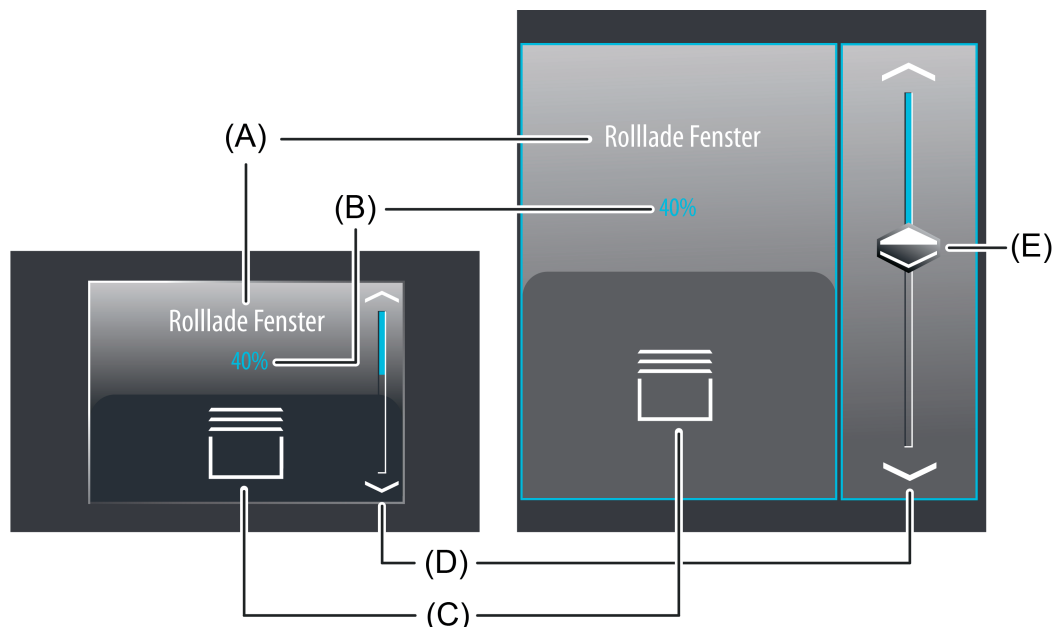

Bild 31: Beispiel für Bedien- und Anzeigeelement der Funktion "Rolllade Positionierung"
Bei der Auswahlbedienung steht neben den Sensorflächen \wedge / \vee zur Positionierung in die Endlagen oder zur Wertverstellung zusätzlich ein Slider (E) zur Verfügung (Bild 31). Über den Slider ist es möglich, grafisch unterstützt direkt Positionen für Behanghöhen vorzugeben. Dazu kann der Slider durch Fingerdruck gesetzt oder kontinuierlich gezogen werden. Zum Setzen des Sliders muss der Sliderbereich an der gewünschten Position mit dem Finger berührt werden. Der Slider springt dann unmittelbar an die gewünschte Stelle. Zeitgleich sendet das Gerät den auf diese Weise vorgegebenen Positionswert als Vorgabe auf den Bus aus.
Der Anzeigebereich enthält verschiedene Darstellungselemente (Bild 31), die durch Parameter beeinflusst werden. Jeder KNX Funktion kann in der Konfigurationssoftware eine Bezeichnung vergeben werden (A). Diese Text-Bezeichnung wird im Anzeigeelement zentriert zur Anzeige gebracht, wodurch steuerbare KNX Funktionen für den Anwender kenntlich gemacht werden (z. B. "Rolllade Fenster"). Zusätzlich kann unterhalb der Bezeichnung ein Statuswert (B) für die Behanghöhe eingeblendet werden, der entweder abhängig vom Objektwert der Positions-Rückmeldung des angesprochenen Jalousie- oder Rollladenaktors oder alternativ direkt abhängig von der Positionswertvorgabe des Bedienelementes Positionswerte im Klartext anzeigt ("0...100 %"). Solange nach einem Gerätereset noch kein Rückmeldungs-Objektwert empfangen oder noch keine Positionswerte vorgegeben wurde, zeigt der Statuswert "---%" an. Analog zum Statuswert kann im unteren Anzeigebereich ein Symbol (C) angezeigt werden. Das zur Anzeige gebrachte Symbol für die Behanghöhe kann in der Konfigurationssoftware definiert werden, wodurch eine Anpassung auf die Behangart (Rolllade, Markise, Vertikallamelle, Dachfenster) möglich ist. Abhängig von der Position wechselt die Ausprägung des Statussymbols, wodurch die aktuelle Position der gesteuerten KNX Funktion eindeutig abgelesen werden kann. Wahlweise können Statuswert und Symbol entfallen.